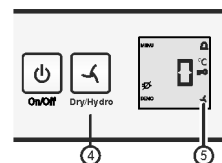

Fig. 3
- Régler **hydro** : presser la touche dry/hydro Fig. 3 (4) jusqu'à ce que le symbole  soit affiché. Relâcher la touche.
- ▷ Le symbole dry/hydro Fig. 3 (5) s'allume.
- Régler **dry** : presser la touche dry/hydro Fig. 3 (4) jusqu'à ce que le symbole  soit affiché. Relâcher la touche.